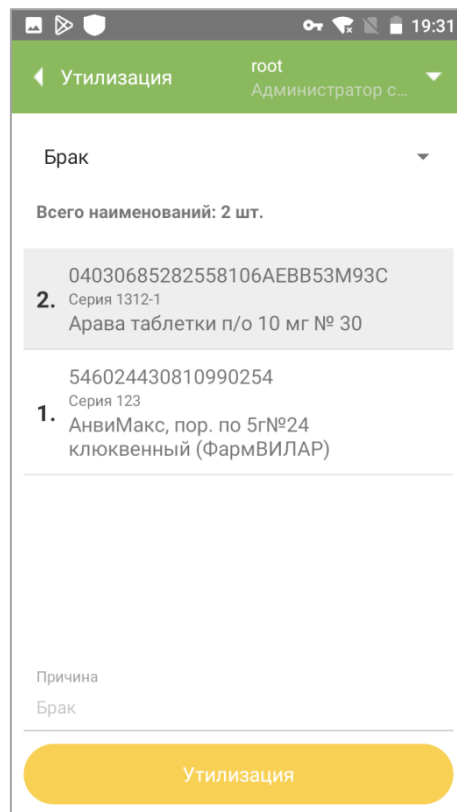

Рисунок 16.3
7. Просканировать коды (п. 1.5), которые следует утилизировать. В одном списке могут быть просканированы коды разных препаратов, групповые коды гофрокоробов или паллет и индивидуальные коды упаковок (Рисунок 16.3). При этом на экране отобразится следующая информация: